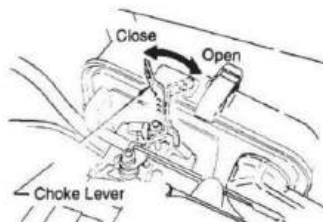

Abb. 7
3. Schließen Sie den Chokehebel (Abb. 7) und bewegen Sie den Gashebel in die Position „Voll geöffnet“. Durch Drehen des Chokehebels um 90 Grad im Uhrzeigersinn wird der Choke geschlossen. Bei kaltem Wetter starten Sie das Gerät mit vollständig geschlossenem Choke. Bei warmem Wetter oder wenn der Motor warm ist, kann das Gerät mit halb oder vollständig geöffnetem Choke gestartet werden.
5. Wenn der Motor nicht anspringt, stellen Sie den Chochebel (Abb. 7) auf die halbe Position, um Überschwemmungen zu vermeiden.